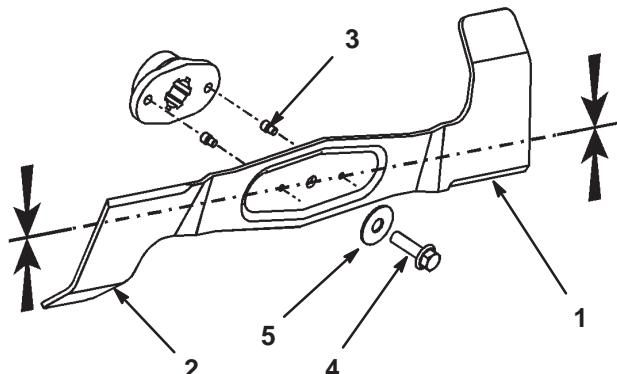

Figure 38
2. Inspectez les tranchants des lames (Fig. 38). Si elles ne sont pas tranchantes ou si elles présentent des indentations, déposez et aiguisez les lames, comme expliqué à la rubrique Aiguisage des lames, page 33.
3. Inspectez les lames, surtout les bords recourbés (Fig. 38). Si vous remarquez que la lame est usée ou endommagée à ces endroits, remplacez-la immédiatement.
4. Si les goupilles de cisaillement sont cassées, remplacez-les immédiatement (Fig. 38).
3. Enlevez le boulon, la rondelle et la lame (Fig. 38). Pour enlever le boulon, bloquez éventuellement la lame en introduisant une cale en bois entre la lame et le carter de tondeuse.
- Installez la lame, la rondelle et le boulon de fixation (Fig. 38).